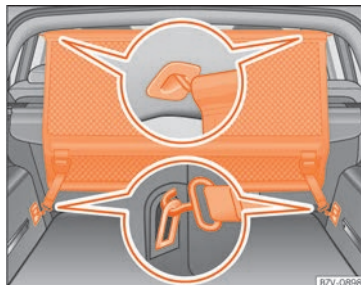

Abb. 171 Im Gepäckraum: Netztrennwand hinter der zweiten Sitzreihe einbauen
- Netztrennwand in der hinteren linken Aufnahme im Dach eingehängen » » **Abb. 171**. Darauf achten, dass die Querstange über die
- Beide Haltehaken der Netztrennwand in die vorderen Verzurrösen im Gepäckraum » » **Abb. 171** eingehängen und die Gurte fest spannen.
- Netztrennwand in der vorderen linken Aufnahme im Dach eingehängen » » **Abb. 171**. Darauf achten, dass die Querstange über die obere Position hinaus nach unten gezogen wird.
- Haltehaken der Netztrennwand an den Halteösen » » **Abb. 171** aushaken.
- Netztrennwand an der rechten Aufnahme im Dach »» Abb. 171 durch Zusammendrücken der Querstange aushängen.